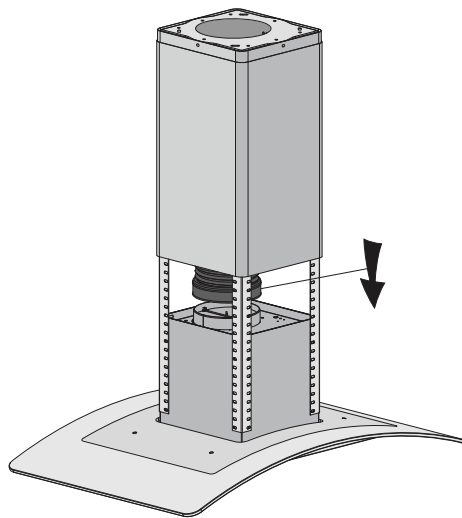

Figure 9
- Fixez le tuyau de canalisation sur la sortie. Voir figure 9.